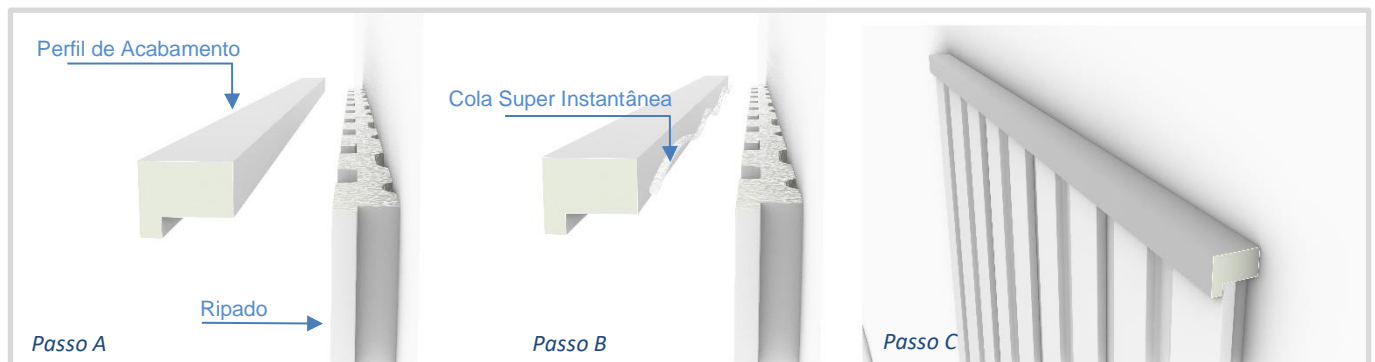

Figura 10
- b. Caso necessário acabamento de topo ou lateral, utilizar o Perfil de Acabamento figura 10.